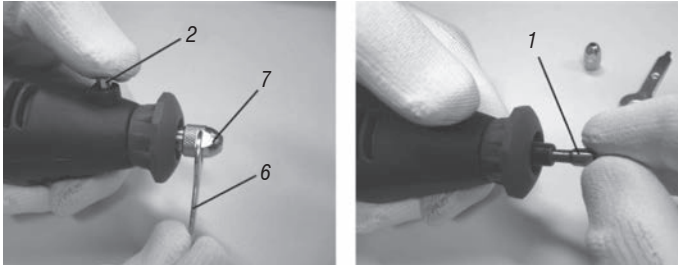

Fig. 2 – Instalación de la pinza
1. Mientras presiona la traba del eje (2), y con la llave de boca (6), destornille la tuerca de fijación (7);
2. Insiera la pinza (1) en el orificio del eje;
3. Mientras presiona la traba del eje (2), apriete la tuerca de trabado (7), fig.2;
1. Sujete la traba del eje (2), con la llave de boca (6) retire la tuerca de fijación (7);
2. Insiera el vástago del accesorio (8) en la pinza (1), fig. 2;